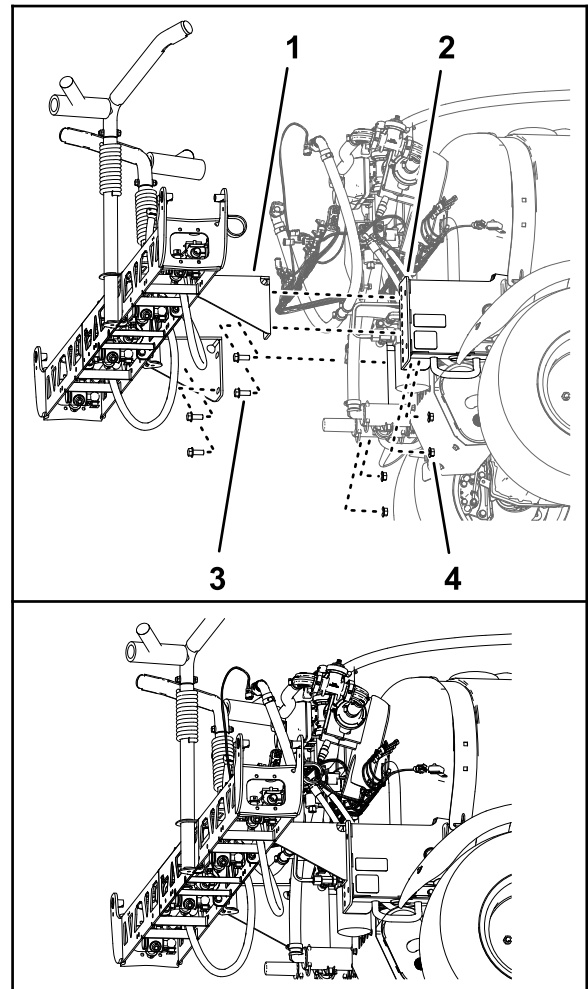

Figura 95
1. Utilizando equipamento de elevação com a capacidade de elevação especificada, levante a secção da rampa central e alinhe os orifícios no suporte para a secção do pulverizador (Figura 95) com os furos da placa de montagem da estrutura da máquina que identificou no passo 3 de Remoção da secção de pulverização central (página 26).
2. Monte a secção do pulverizador central nos canais de montagem (Figura 95) com os quatro parafusos de cabeça flangeada (½ pol. x 1¼ pol.) e as quatro porcas de bloqueio flangeadas (½ pol.) que retirou no passo 4 em Remoção da secção de pulverização central (página 26).